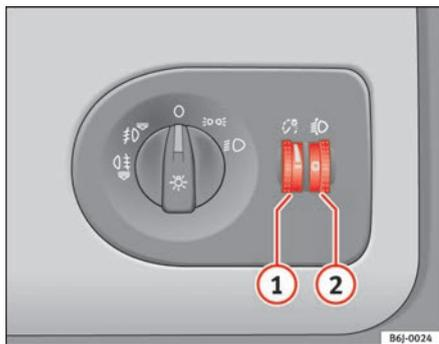

Fig. 51 Plancia portastrumenti: regolatore dell'intensità di illuminazione degli strumenti e degli interruttori e regolatore assetto fari
Quando le luci sono accese è possibile regolare l'intensità di illuminazione degli strumenti e degli interruttori servendosi della rotella zigrinata ⇒ fig. 51 ①.